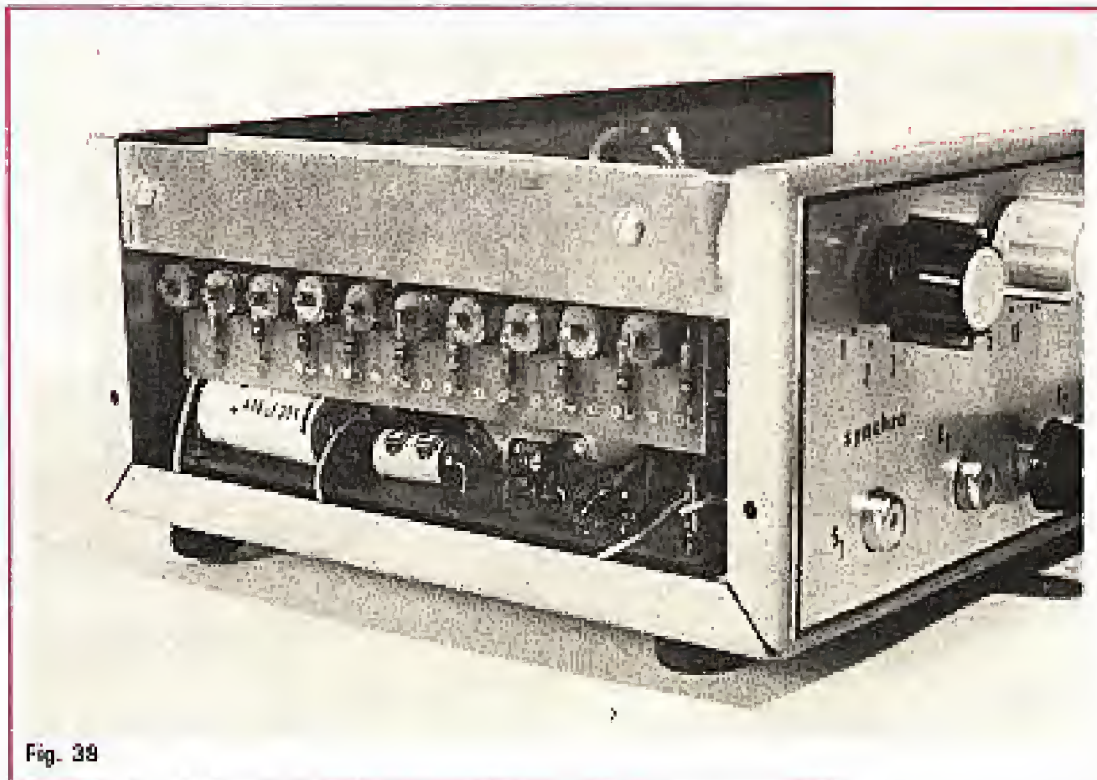

Fig. 39
- figure 39 : dents de scie au point A (en haut) et au point B